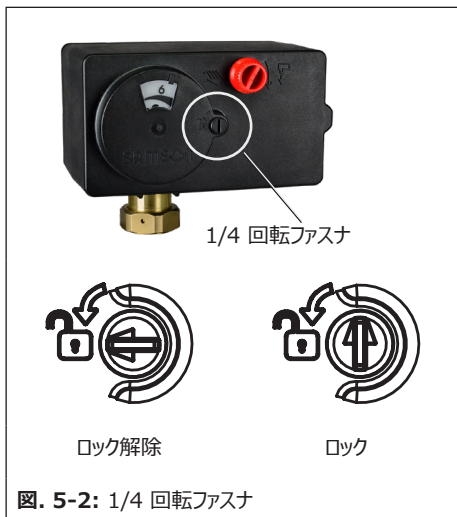

図. 5-2: 1/4 回転ファスナ
アクチュエータのフロントハウジングカバーは、1/4 回転ファスナで固定しています（図. 5-2 をご覧ください）。
- 1/4 回転ファスナをロック解除位置に回し（図. 5-2 を参照）、ハンドホイール（フェールセーフ動作機能なしアクチュエータ）がアクチュエータシャフトに係合していることを確認します。